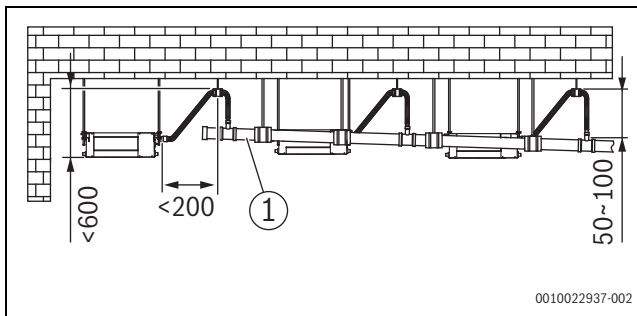
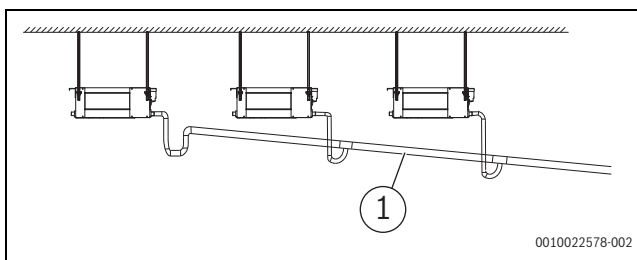

Fig. 159 Instalarea și distanțele aferente țevilor de evacuarea a apei cu pompă de apă [mm]
Fig. 160 Instalarea țevilor de evacuarea a apei fără o pompă de apă
- ▶ Instalați țevile de scurgere conform Fig. 159 (cu o pompă de apă) și Fig. 160 (fără o pompă de apă). Orificiul de evacuare pentru țeava de scurgere nu trebuie să fie mai sus decât înălțimea de scurgere, asigurând o pantă descendentă mai mare de 1/100.